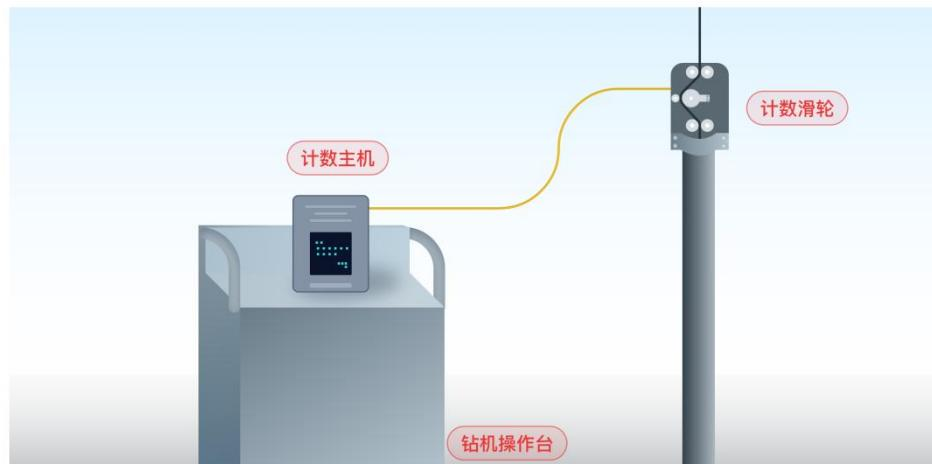

图2-23
c. 计数器连接：用深度计数器线将滑轮和计数主机连接好。填好起始深度后调整下放速度保持在2-3米/分即可开始下放采集作业。如图2-23所示。